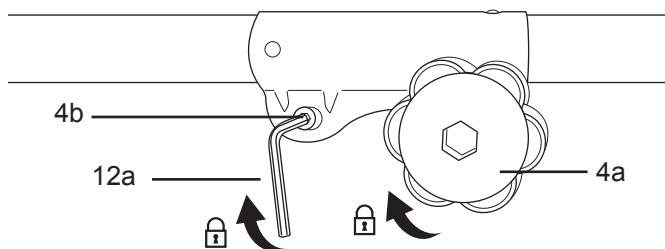

Fig. 4
**ADVERTENCIA:** Asegúrese de que el tornillo (4b) y el pomo (4a) estén apretados adecuadamente antes de utilizar el producto (Fig. 4).